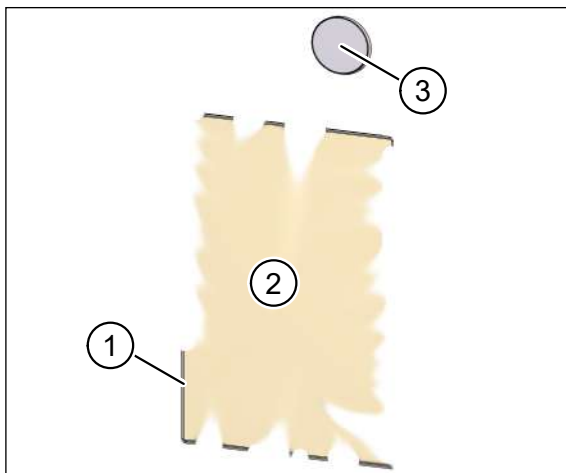

Fig. 39: Intonacatura dell'interno del set di montaggio
- ▶ Con un coltello scalfire l'intonaco del lato interno della cornice intonaco (pos. 1 nella Fig. 39).
- ▶ Rimuovere attentamente il coperchio di protezione dall'intonaco (pos. 2 nella Fig. 39) e il coperchio di protezione sottostante.
- ▶ Con un coltello, scalfire l'intonaco all'interno delle aperture dell'aria estratta e inserita (pos. 3 nella Fig. 39) e rimuovere il nastro adesivo con l'intonaco.